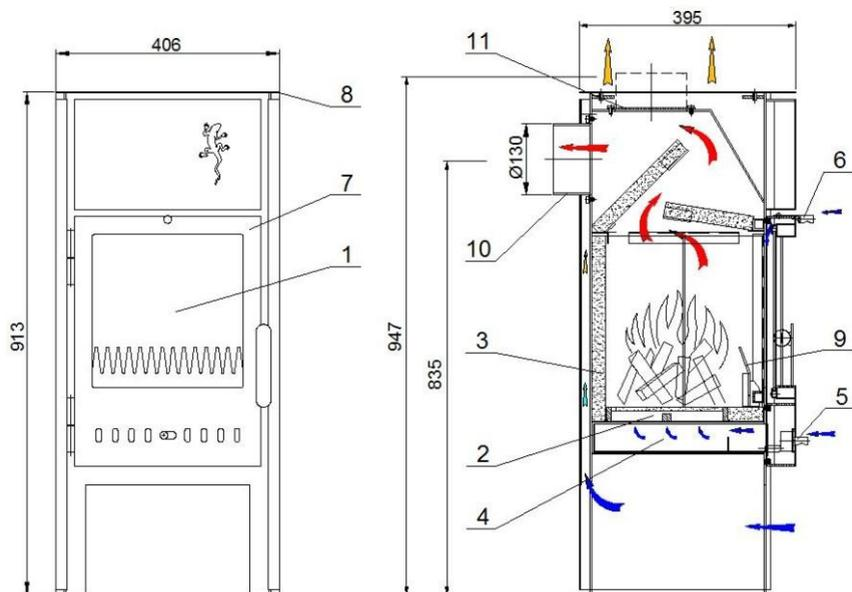

Рис. 1 Vienybė-08, 08N
В печке используется конструкция двойного корпуса, которая обеспечивает безопасное и удобное использование. Воздух втягивается в нижней части корпуса, поднимается вверх и нагревшись, выходит через проемы находящиеся вверху и по бокам. Корпус печки сварен из листового металла и окрашен термостойкой краской. Топка в печке выложена огнеупорной плиткой (вермикулит) 3 (см. рис. 1), которая улучшает горение. В дверцу печки 7 вмонтировано термостойкое стекло, которое позволяет видеть пламя. Первичная подача воздуха регулируется при помощи
Печка должна быть смонтирована таким образом, чтобы не были бы заблокированы заслонки регулирования подачи воздуха 5 и 6 (см. рис. 1).
- изъять подсоединение дымохода 10 (см. рис.1), отвинтив крепежные болты;
Разжигание. Полностью откройте заслонки первичной и вторичной подачи воздуха 5 и 6(см. рис.1). На дно топки положите два полена маленького размера, оставляя между ними промежуток. В промежуток вложите скомканную бумагу или таблетку твердого топлива, на которую нужно крестообразно положить мелко нарубленные сухие дрова, на них положить дрова средней величины. Бумагу поджечь и после ее возгорания закрыть дверцу. Ручка дверцы может быть горячей, поэтому надо пользоваться защитной рукавицей. Интенсивность горения регулировать при помощи заслонок подачи воздуха.